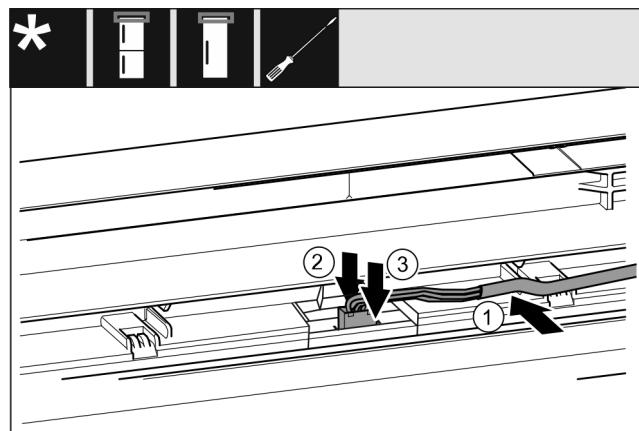

Fig. 44
- Umetnute sivi kabel u vodilicu u gornjim vratima. Fig. 44 (1)
- Uskočni jezičac pritisnite prema natrag. Fig. 44 (2)
- Pustite da utikač uskoči. Fig. 44 (3)